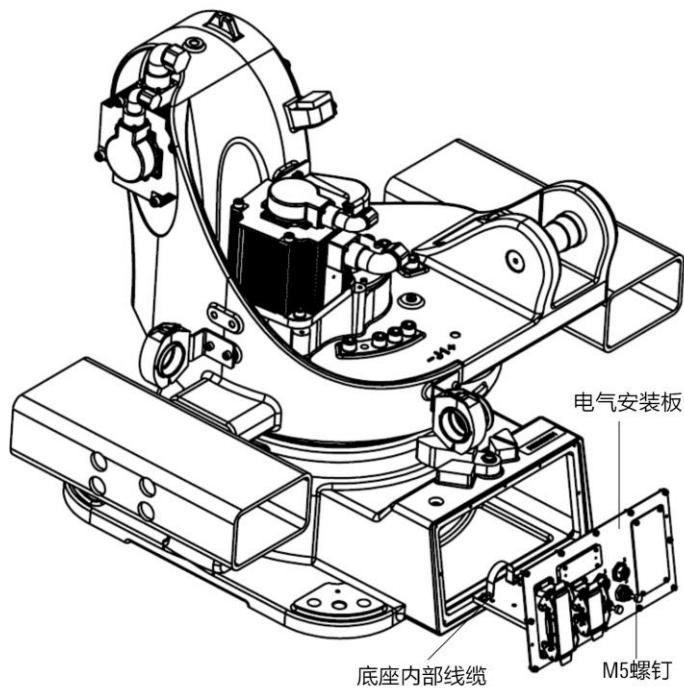

图 13-2 底座内部线缆
- 拆卸电器安装板, 如图 13-2 所示, 抽出底座内部线缆。